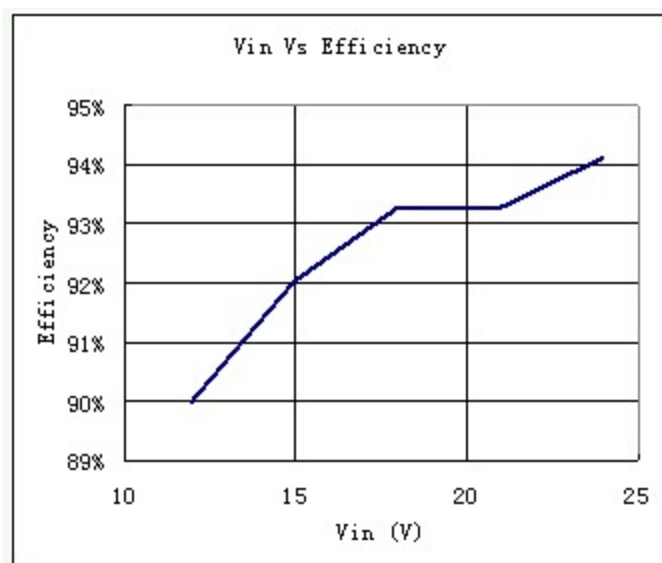

图 13. 当输出电流为 0.7A 输出功率为 30W 时, SLM2842S 的效率和输入电压的关系
2. 升压比要尽可能小，或者说输入电压要尽可能高，一般来说，升压比越小效率越高。下面图 13 是当输出电流为 0.7A 输出功率为 30 瓦时，SLM2842S 的效率和输入电压的关系。